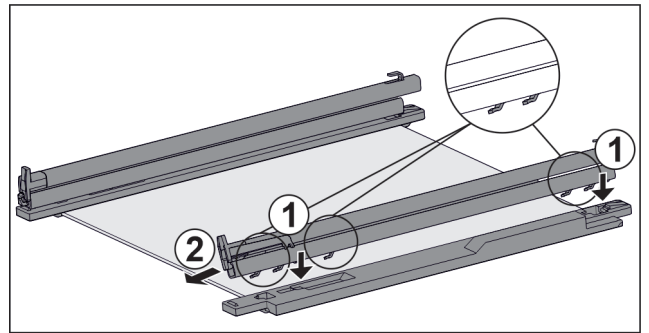

Fig. 125 Glasplade med skinner og holdedele
- ▶ Sæt skinnens kroge på den **venstre** holdedels åbninger. Fig. 125 (1)
- ▶ Træk skinnen frem. Fig. 125 (2)
- ▶ Sæt skinnens kroge på den **højre** holdedels åbninger. Fig. 125 (1)